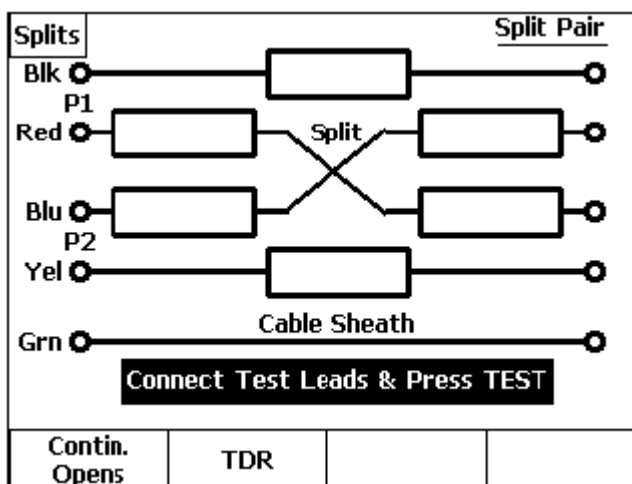

Рисунок 4-10. Тест на разделение пар: схема подключений
На экран будет выведена схема разводки, похожая на Рисунок 4-10:
3. После приглашения прибора подключите тестовые провода пары 1 и 2 (**Pair 1** и **Pair 2**) к двум разделенным парам точно так, как показано на диаграмме разводки (см. Рисунок 4-10).